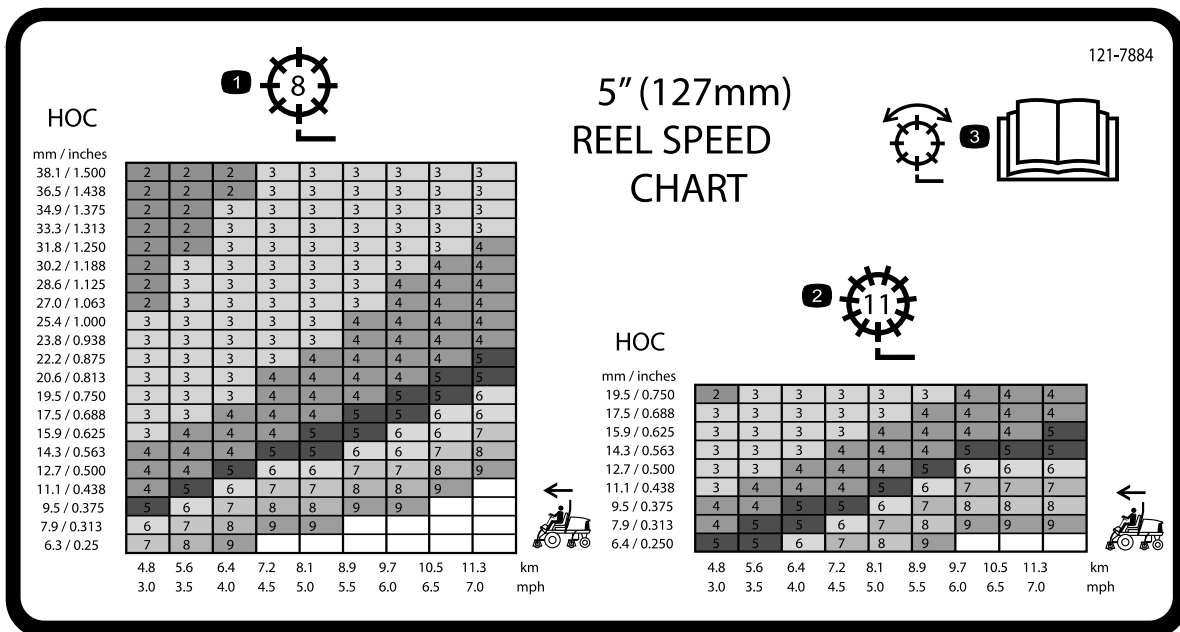
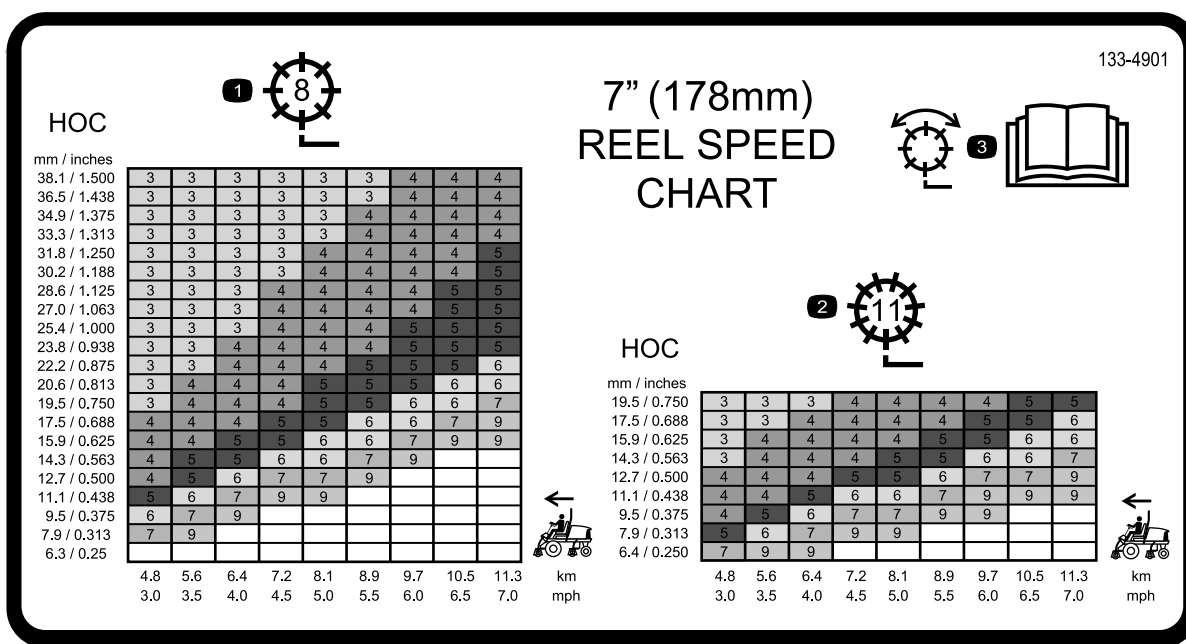

図 35
図 36
3. リール速度チャート 図 35と 図 36を参考にして、適切なリール速度を選択する。